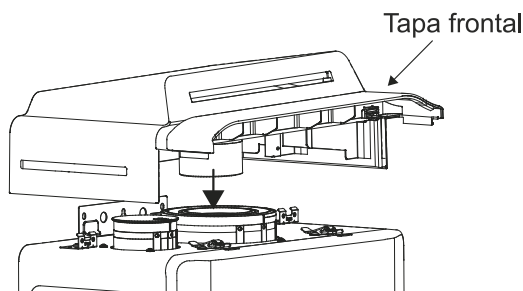

Fig. 2
2. Colocar el adaptador R-REU-OVC y asegurarse de que esté perfectamente insertado (Fig. 2).